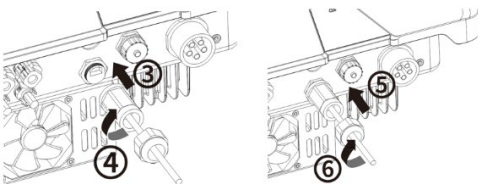

Fig. 20 (venstre): Koble til nettverkskabel
- 4 Sett nettverkskabelen inn i COM1 eller COM2 (se fig. 20. følg rekkefølge og pilretningene)
- 5 Trekk til gjengehylsen, overfallsmutteren trekkes til deretter (pos. 5 og 6).